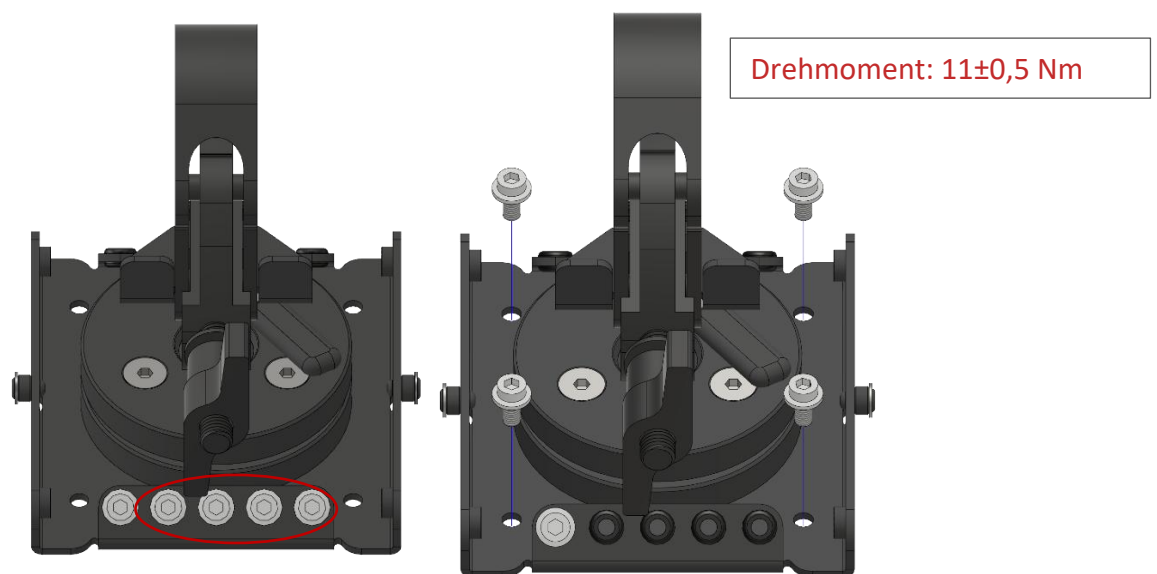

Abbildung 17 Sichern des ECO Link
**Schritt 1:** Entfernen Sie vier der fünf **selbstsichernden Schrauben M6x16** aus ihrer Parkposition, siehe roter Kreis in Abbildung 17.
**Schritt 2:** Ziehen Sie die vier **selbstsichernden Schrauben M6x16** mit einem Drehmoment von 11 Nm an, um den ECO Link am kompatiblen Produkt der ECO Serie zu befestigen (siehe Abbildung 17). Vergewissern Sie sich, dass jede Schraube durch die Platte geht und korrekt in das entsprechende Gewindeloch greift. Unter Abbildung 16 finden Sie kompatible Produkte, an denen Sie den ECO Link befestigen können.